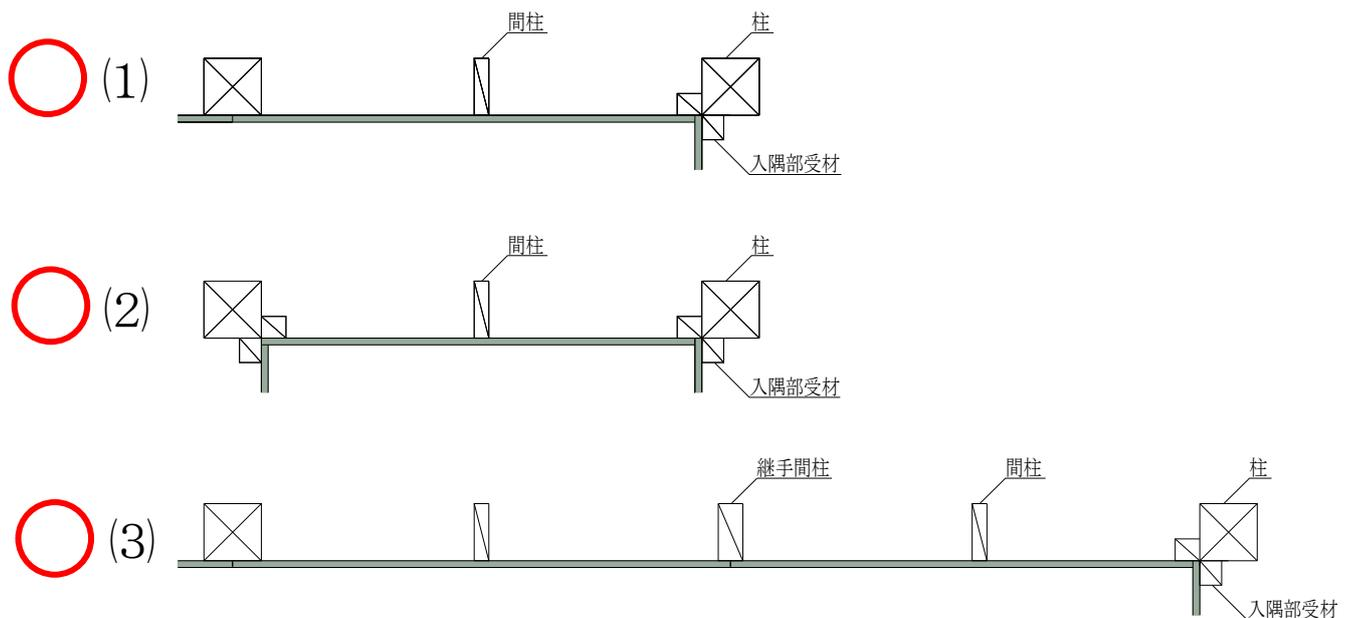

図 12 入隅部の納まり図①
- 1 つの耐力壁について、(1)片側に入隅部がある場合、(2)両側に入隅部がある場合のいずれも耐力壁 (2.6 倍) とできます (図 12)。尚、入隅部面材の勝ち負けおよび 1P・2P は問いません (例 : (3))。ただし、2P で両柱に入隅部がある納まりとする場合は、THHT ネクスト入隅仕様 (FRM-0771) の面材幅寸法に制限があります。特に 105mm×105mm より寸法の大きな柱を使う場合にご注意ください。詳しくは「認定書別添 4/14 (2)面材の割付」をご確認ください。